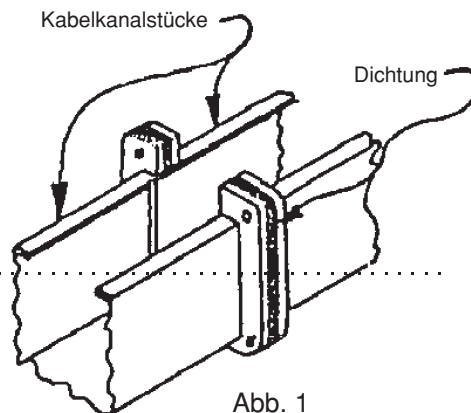

Abb. 1
- Zur Montage der meisten Kabelkanalstücke ist eine Dichtung zwischen den Flanschen anzubringen. Die Flansche sind dann wie in Abb. 1 gezeigt mit Schrauben und Muttern miteinander zu verbinden. Der Kabelkanal ist nun fertig für das Einlegen der Kabel.